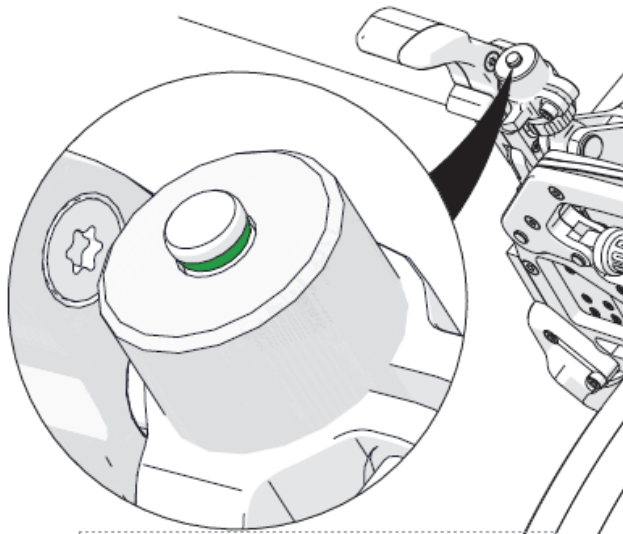

Figura 1-42 Presión correcta
- Un nivel de presión correcto permitirá que la junta tórica verde pueda verse en el pistón indicador, ubicado en la parte superior del mecanismo (ver Figura 1-42 en la página 57).